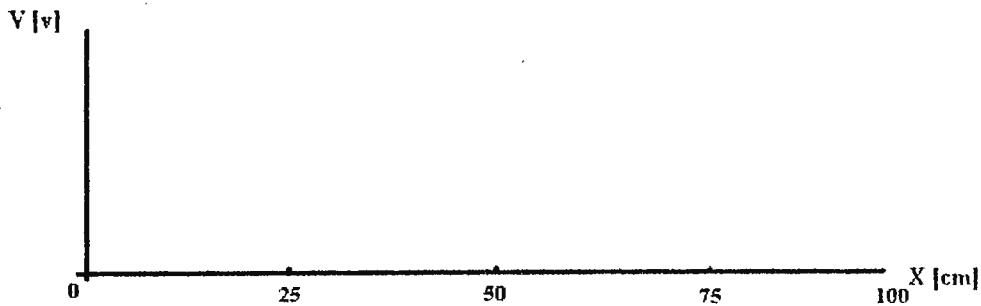
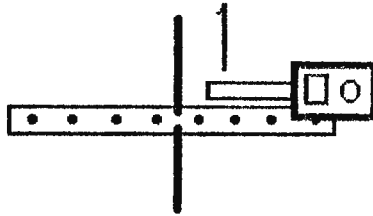

FIGURA 5.
FIGURA 6.
10. Grafique en la figura 5. la distribución de voltaje desde 0 hasta media longitud de onda, es decir desplace el probador desde el comienzo de la antena hasta el final de la misma.
11. Reduzca la potencia del transmisor a 0.1w, mueva el probador de mano para la distribución de corriente a lo largo de la antena, grafique la forma de onda obtenida en la figura 5., de manera que se observe la gráfica de voltaje y de corriente en forma simultánea (Ver figura 6).